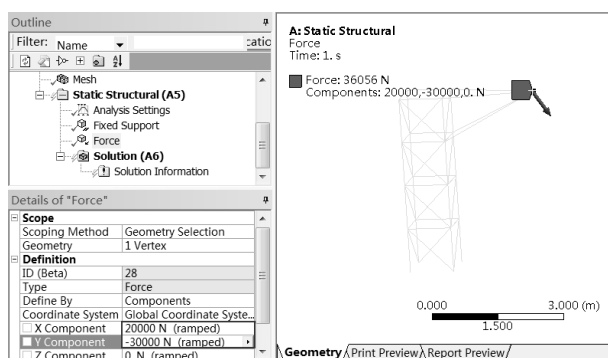

图 5-77 添加载荷
Step5 : 同 Step3 , 选择 Force 选项 , 选择需要施加力的点 , 确保 Details of “Force”(参数列表) 中 Geometry 选项中显示 1 Vertex , 同时在 Define By 中选择 Components 选项 , 然后在 X Component 中输入 20 000N , 在 Y Component 中输入 -30 000N , 其余保持默认 , 如图 5-77 所示。